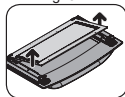

fig. 5.3
3. Retire o vidro interno (fig. 5.3) e limpe os vidros e a porta do forno com esponja, detergente neutro e água.